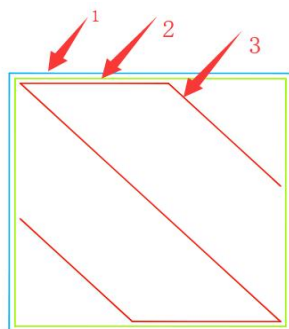

图 7
(2)外壳速度（单位 mm/s）：即模型外壳（眼睛可以看到的模型侧面，也叫外壁）的打印速度（图 7 中 1 号轨迹的打印速度）。**速度越慢，模型打印效果越好。建议速度为：10-40mm/s**
(3)内壳速度（单位 mm/s）：即模型内壳(也叫内壁，是模型的内部构造，打印完成后眼睛不可见)的打印速度（图 7 中 2 号轨迹的打印速度）。速度越慢，模型打印效果越好。建议速度为：10-45mm/s
(4)填充速度（单位 mm/s）：即打印模型内部填充的速度（图 7 中 3 号轨迹的打印速度）；10-80mm/s